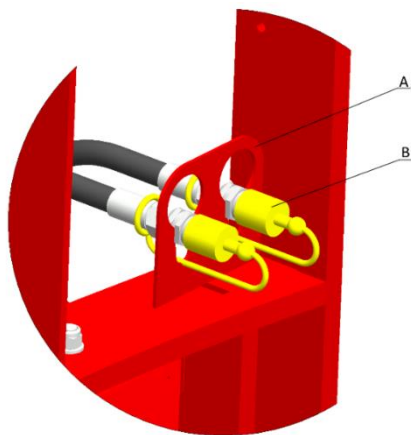

рисунок 11. Держатель гидравлических шлангов
- Отсоедините силовую гидравлическую систему и закрепите гидравлические шланги в держателях на основной раме обмотчика (рис.11 - А).
Гидравлические соединения всегда должны содержаться в чистоте. Всегда после использования повторно установите пластиковую накладку, предоставляемую при покупке машины (**Рис. 11 – В**).